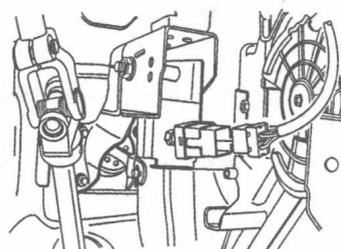

图 1-9 拆卸停车灯开关
- (1) 拆卸装饰板至仪表板的固定螺钉。
- (2) 拆卸装饰板。
- (3) 拆卸停车灯开关，如图 1-9 所示。